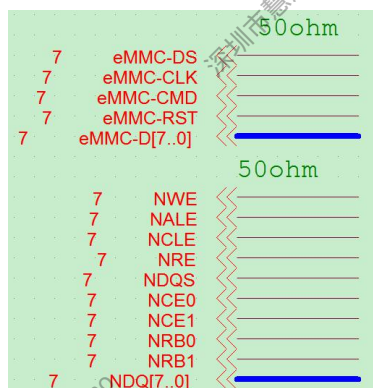

图 2-23 NAND、EMMC 信号线阻抗标注说明
- 原理图中需增加 NAND、EMMC 信号线走线的阻抗标注说明，如图 2-23 所示：